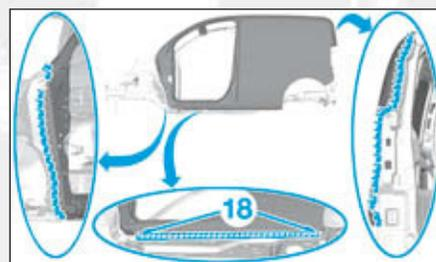

FIG. 187
- un mastic d'étanchéité indice "A4" (Fig.187),
- une couche d'antigravillonnage indice «C4» en (18),